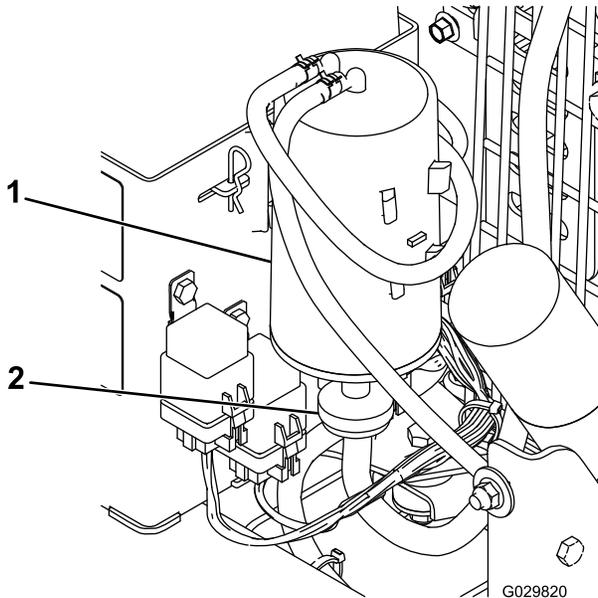

Bild 17
2. Entfernen und werfen Sie den Aktivkohlefilter weg (Bild 17).